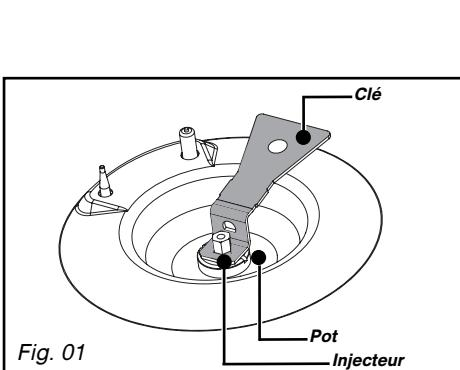

Fig. 01
- Dévissez à l'aide de la clé fournie les injecteurs situés dans le fond de chaque pot et ôtez-les (*Fig. 01*).